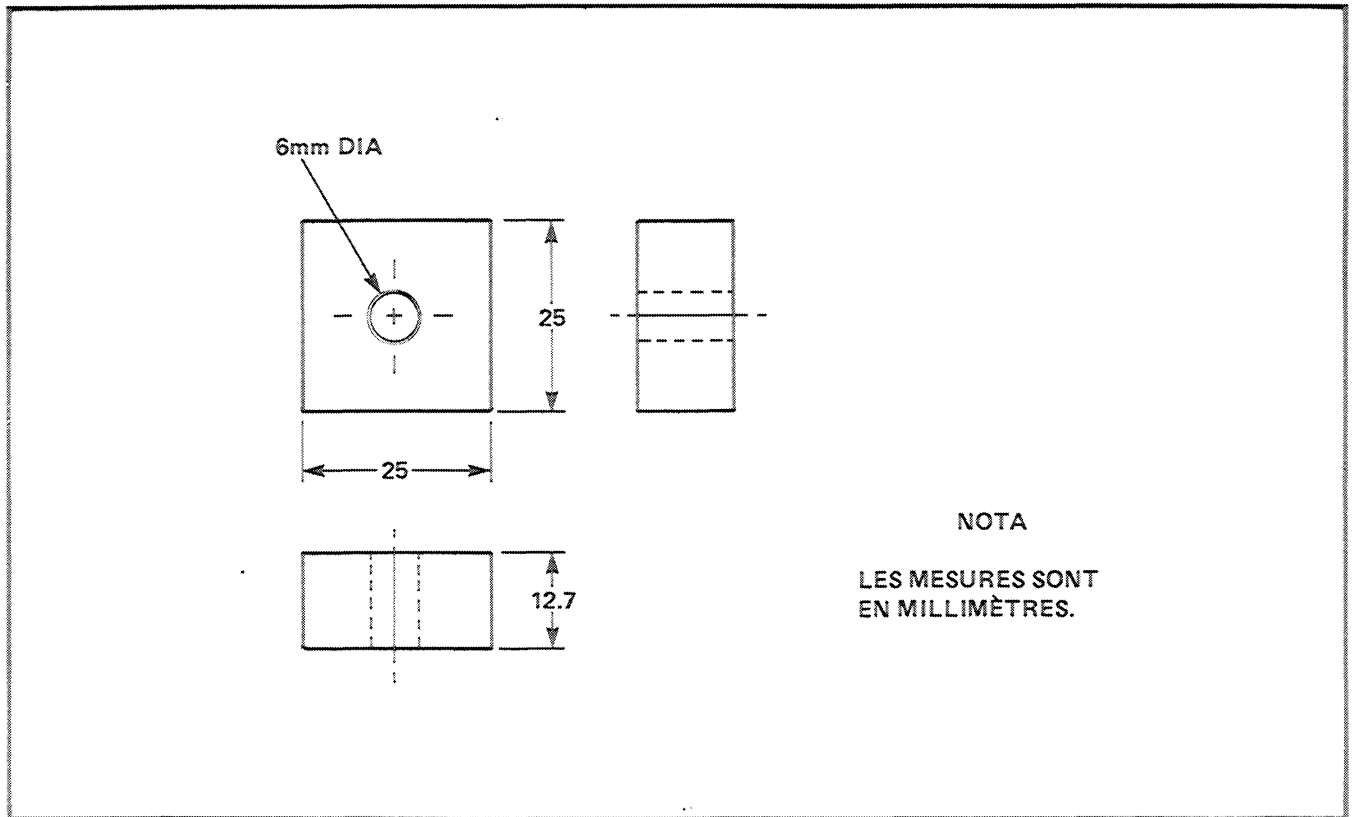

Figure 1 Dimensions d'une pièce d'espacement des sirènes
| 7 | Voir figure 1 | Pièce d'espacement 25 mm × 25 mm × 12.7 mm épais. | 2 |
8. Fabriquer les deux pièces d'espacement nécessaires au montage des deux sirènes à partir d'acier NNO 9510-21-108-6577 ou d'une plaque d'acier ordinaire de 1/2 po; les dimensions sont indiquées à la figure 1. Enduire les pièces d'espacement d'apprêt et de peinture kaki avant de les installer.